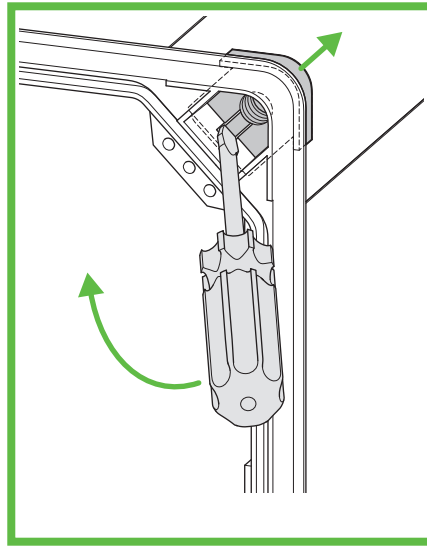
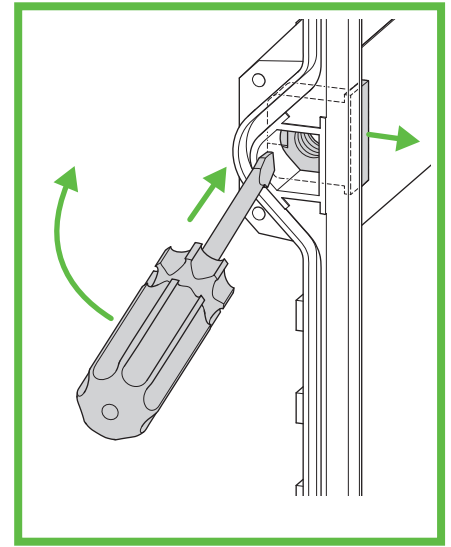

Abb. 5: Gewindeeinschub heraushebeln (Ecke)
Abb. 6: Gewindeeinschub heraushebeln (Seite)
- ▶ Hebeln Sie mit dem Schraubendreher die Gewindeeinschübe heraus (Abb. 5 und Abb. 6).